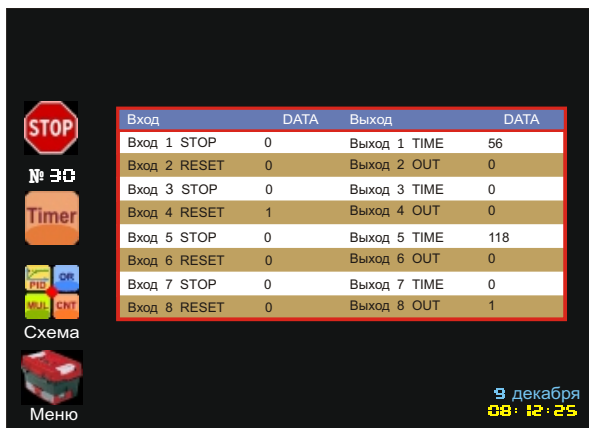

Рис. 130. Меню "Процесс" (Блок "Таймер").
9.5.17 В меню **Процесс** блок Таймер представлен в виде таблицы, в которой находится информация о состоянии входов и выходов блока в данный момент времени (Рис. 130).